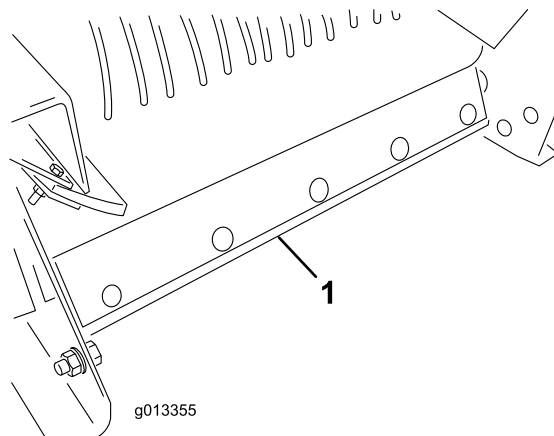

Figura 50
5. Desmonte el conjunto del rascador de limpieza de la cinta de la parte trasera de la ProPass (Figura 50).